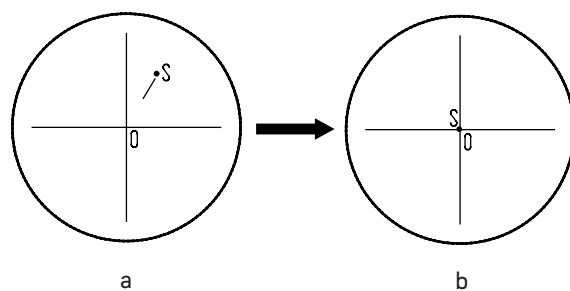

Рис. 17. Настройка канала визуализации
- Установите рукоятку переключения светового потока 4 в положение для наблюдения через окуляры и камеру. Наблюдая объект через окуляры, найдите отличительную точку в поле зрения (легко идентифицируемую цель, такую как точка S на рис. 17а), переместите объект на предметном столике так, чтобы данная точка находилась в центре поля зрения как показано на рис. 17б. Для этой процедуры вместо обычного препарата удобно использовать специальный калибровочный слайд с перекрестьем, а вместо обычного окуляра – окуляр с перекрестьем.